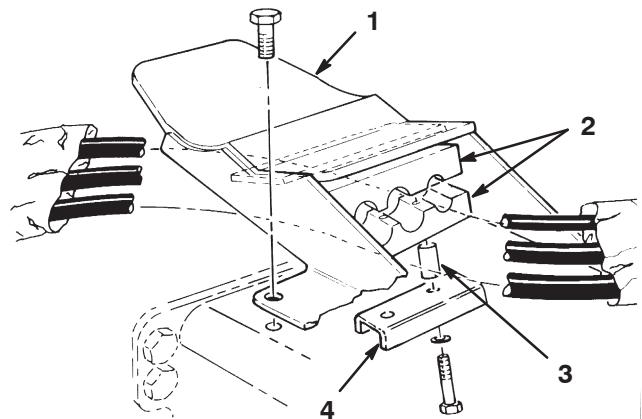

Bild 7
1. Befestigen Sie die Hydraulikschläuche mit den Schlauchklemmen, den Distanzstücken, der Klemmplatte, den Sicherungsscheiben und den Kopfschrauben lose an der Unterseite jeder Kipphalterung, siehe Bild 7.
- Ziehen Sie die Klemmen der Kipphalterungen an den Mähwerken Nummer 4 und 5 fest (Bild 7).